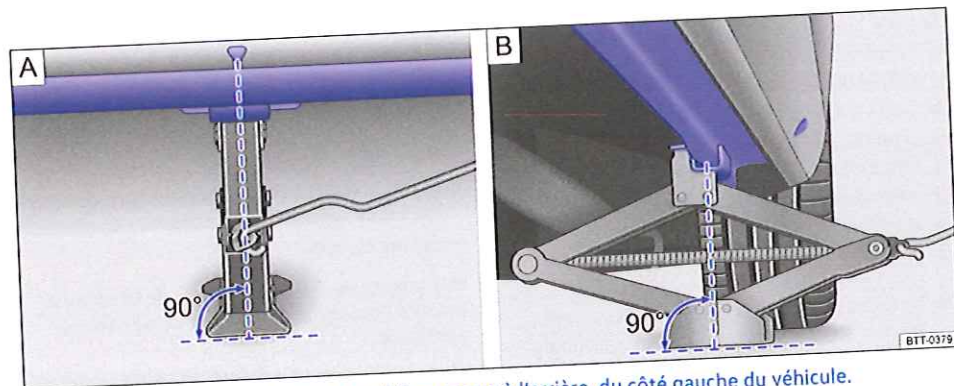

Fig. 269 Positionnement du cric à parallélogramme à l'arrière, du côté gauche du véhicule.
Positionnez le cric uniquement sur les points de prise indiqués (repères dans la carrosserie) → fig. 269. Un point de prise se trouve à côté de chacune des roues → ⚠.
9. Assurez-vous que toute la surface du pied du cric porte bien sur le sol et que le pied du cric se trouve exactement sous le point de prise → fig. 269 A et B.
10. Orientez le cric tout en continuant à déployer sa griffe jusqu'à ce que celle-ci saisisse le talon situé sous le véhicule → fig. 269.